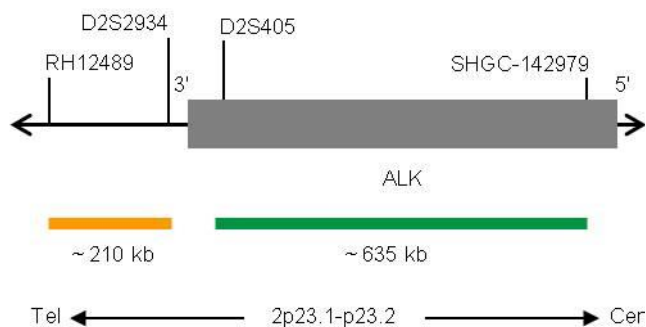

Fig. 1: Mappa della sonda SPEC ALK (non in scala)
- Polinucleotidi (~10 ng/μl) marcati con fluorocromo ZyGreen (eccitazione 503 nm/emissione 528) le cui sequenze target mappano in 2p23.1-p23.2\* (chr2:29,460,144-30,095,822) prossimali al punto di rottura di ALK (vedere Fig. 1).
- Polinucleotidi (~4.5 ng/μl) marcati con fluorocromo ZyOrange (eccitazione 547 nm/emissione 572 nm) le cui sequenze target mappano in 2p23.2\* (chr2:29,174,204-29,383,335) distali al punto di rottura di ALK (vedere Fig. 1).